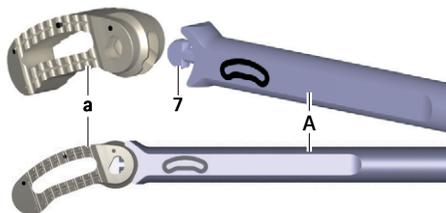

Fig. 7 Collegamento dell'impianto allo strumento inseritore
- ▶ Inserire l'impianto **a** nell'imballo protettivo sul dietro **7** dello strumento inseritore **A**, vedere Fig. 7. Fare attenzione all'orientamento dell'impianto (Orientamento sulla base della scritta presente sullo strumento inseritore).
- Collegare lo strumento inseritore **A** in situ all'impianto **a**, vedere Fig. 7.